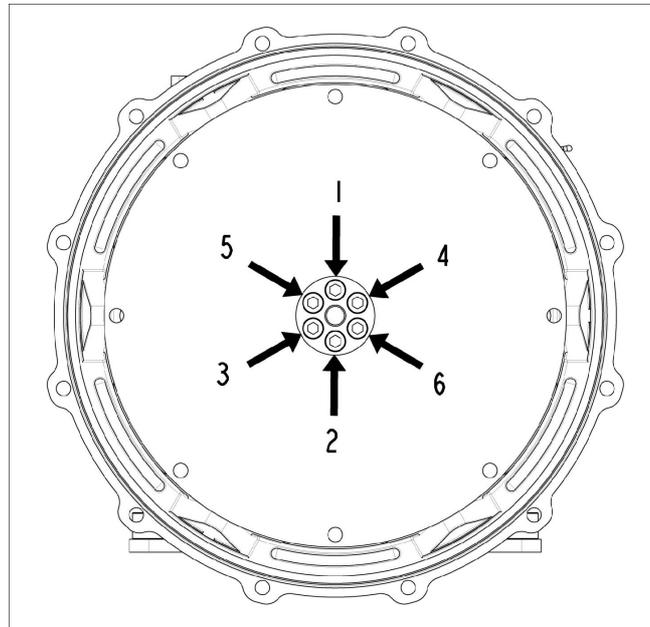

ABBILDUNG 21. REIHENFOLGE DER BEFESTIGUNG AN NABE
4. Gegebenenfalls die Schrauben der Kupplungsscheibe in der Reihenfolge anziehen wie dargestellt in Abbildung 21 auf Seite 38 . Angaben zum Anzugsmoment siehe Kapitel 8 auf Seite 65 .